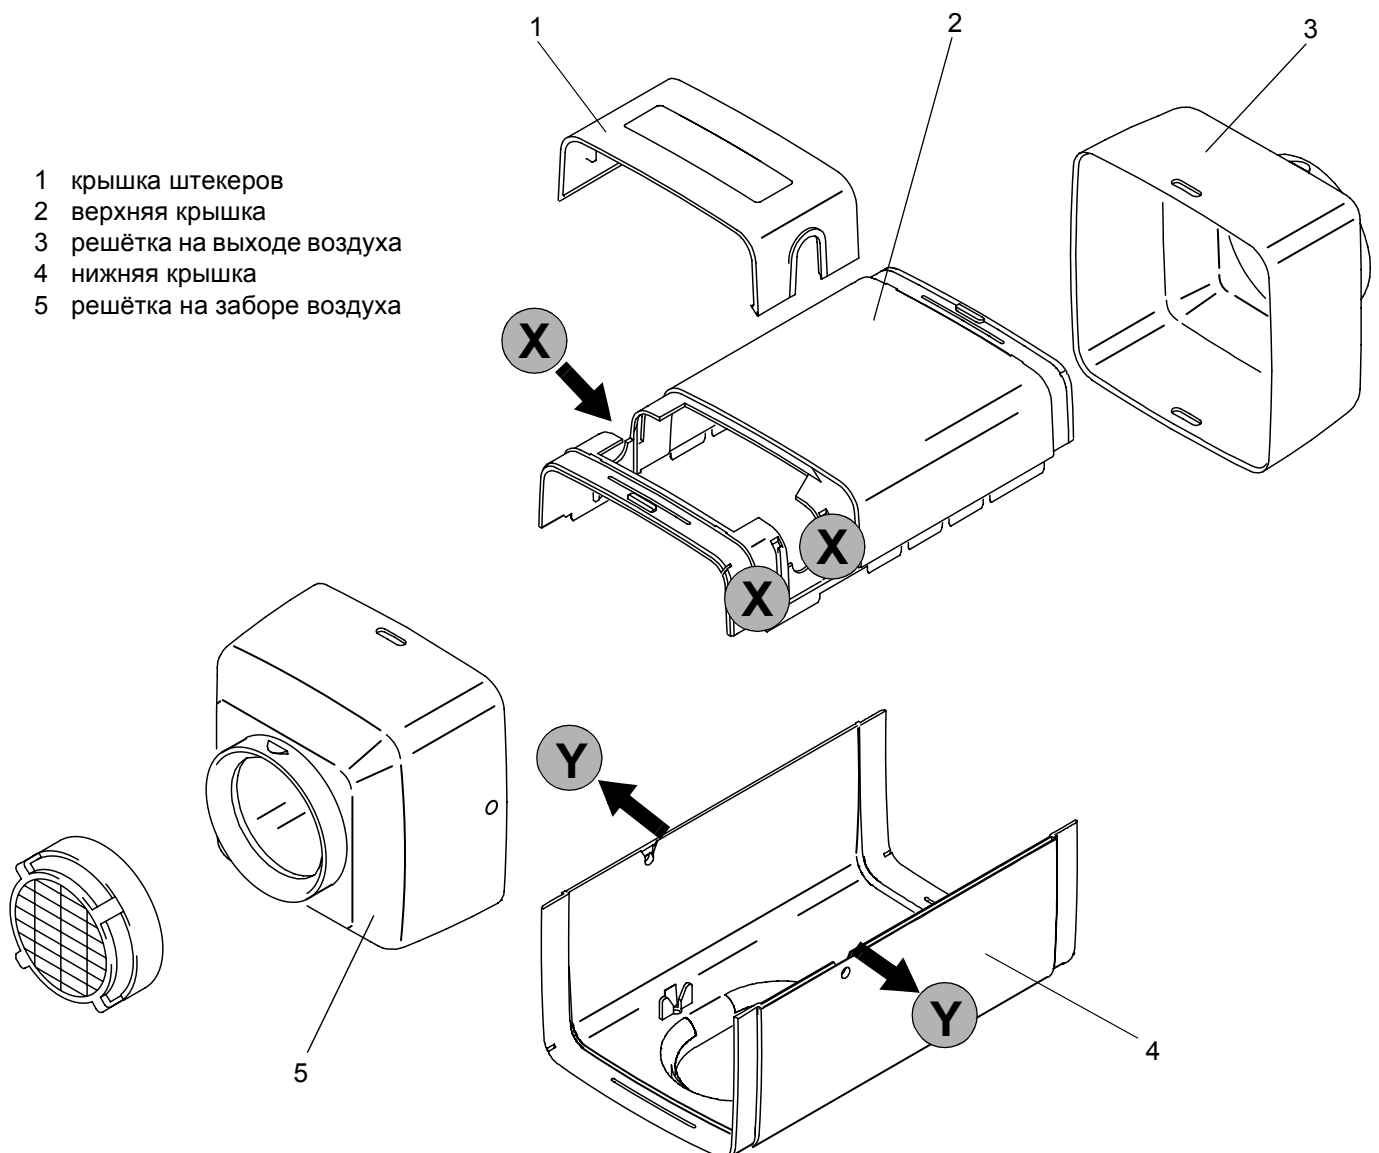

Рис. 901 Снятие деталей кожуха
#### 9.2.1.1 Крышка штекеров (1, рис. 901)
Обе решётки (3 и 5, рис. 901) можно снять со стопора, нажав на дорожки на них сверху и снизу.
После того, как сняты решётки на входе и выходе отопительного воздуха, можно снять верхнюю часть кожуха отопителя (2, рис. 901), подняв её.
Легко потянув с двух сторон за нижнюю часть кожуха (4, рис. 901) в местах, обозначенных Y, можно снять стопор и отсоединить нижнюю часть кожуха от корпуса мотора нагнетателя воздуха.
1. Снять крышку (1, рис. 901).